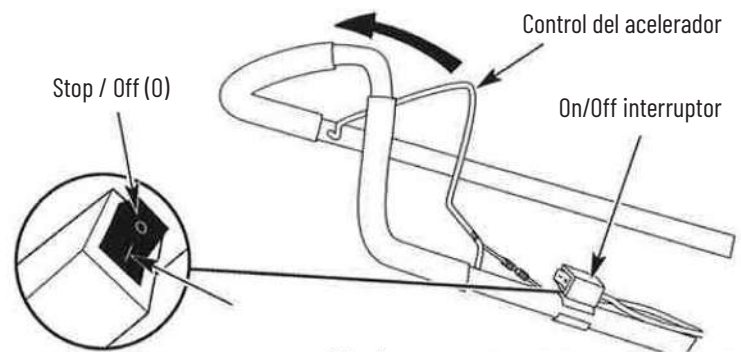

Fig. 4
- NOTA: No es necesario encender la unidad. El interruptor de encendido/apagado está en la posición de encendido (I) en todo momento (Fig. 4).
6. NO apriete el acelerador (Fig. 4). Tire de la cuerda de arranque con un movimiento controlado y constante hasta que la unidad arranque.
2. Mantenga presionado el interruptor de encendido/apagado en la posición OFF (0) hasta que el motor se detenga por completo (Fig. 4).